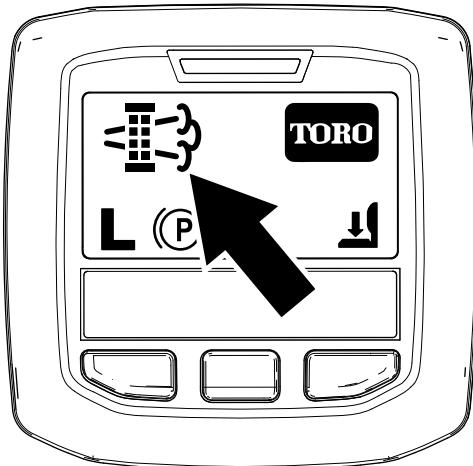

Bild 64
- Wenn der Motorcomputer eine geparkte Regenerierung oder eine Wiederherstellung-Regenerierung anfordert, wird das Symbol für die Anforderung einer Regenerierung (Bild 64) im InfoCenter angezeigt.